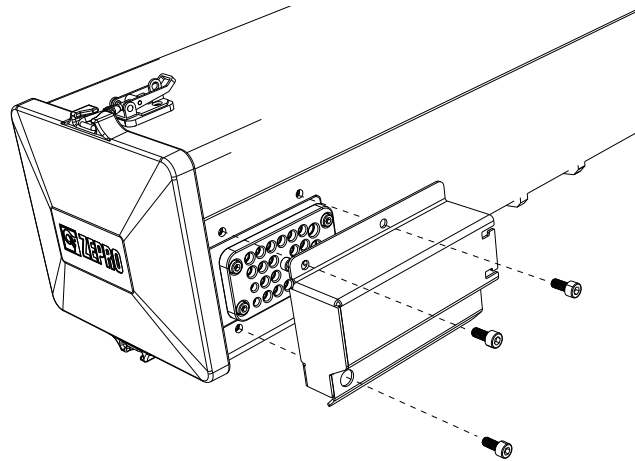

Abbildung 35. Der Schutzkasten der Kabeldurchführung ist mit drei Schrauben ausgestattet
1. Bauen Sie den Schutzkasten der Kabeldurchführung ab. Dieser ist mit drei Schrauben ausgestattet, siehe Abbildung 35.
4. Montieren Sie die Schutzabdeckung der Kabeldurchführung mit den drei zugehörigen Schrauben, siehe Abbildung 35. **Anzugsmoment: 8 Nm.**